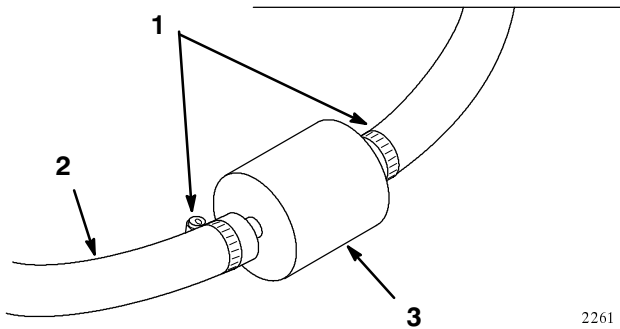

Bild 28
3. Lockern Sie die Schlauchschellen und schieben sie vom Schlauch ab und weg vom Filter (Bild 28).
4. Entfernen Sie den Filter von den Kraftstoffleitungen (Bild 28).